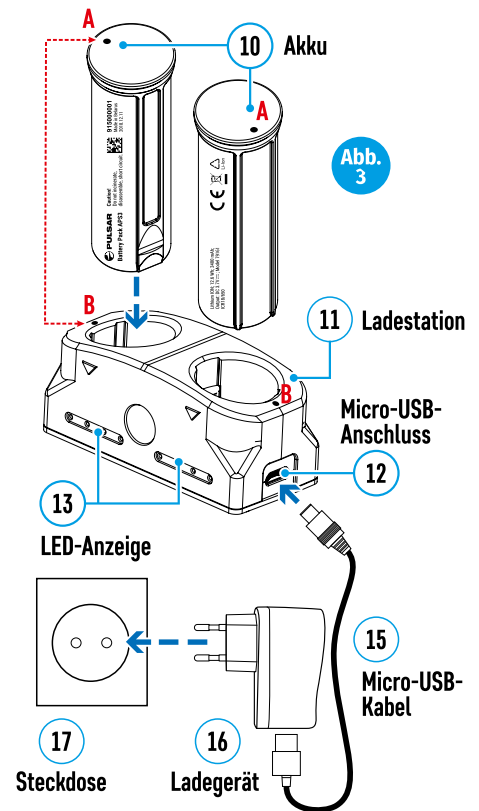

Abb. 3
#### Option 2 (Abb. 3):
- Schieben Sie den mit dem Gerät gelieferten oder separat erworbenen wiederaufladbaren Akku (10) entlang der Führungsschiene vollständig in den APS-Ladeschacht (separat erhältlich) (11) (siehe Abb. 3).
- Verbinden Sie den microUSB-Stecker des USB-Kabels (15) mit dem microUSB-Anschluss des Netzsteckers (16). Stecken Sie das Gerät in eine Steckdose mit 100 – 240 V (17).
- Verbinden Sie den zweiten Stecker des microUSB-Kabels mit der Buchse (12) des Netzladeadapters (11).
- Die LED-Anzeige (13) leuchtet auf.